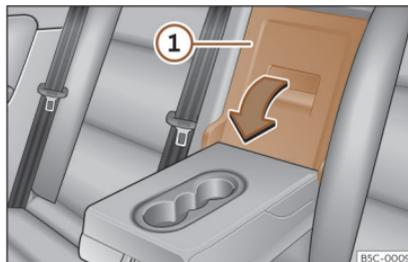

Fig. 141 En el respaldo del asiento trasero: apertura de la trampilla.
- Tire de la palanca de desbloqueo en el sentido de la flecha y abata completamente la tapa de la trampilla»» **fig. 141** ① hacia delante.